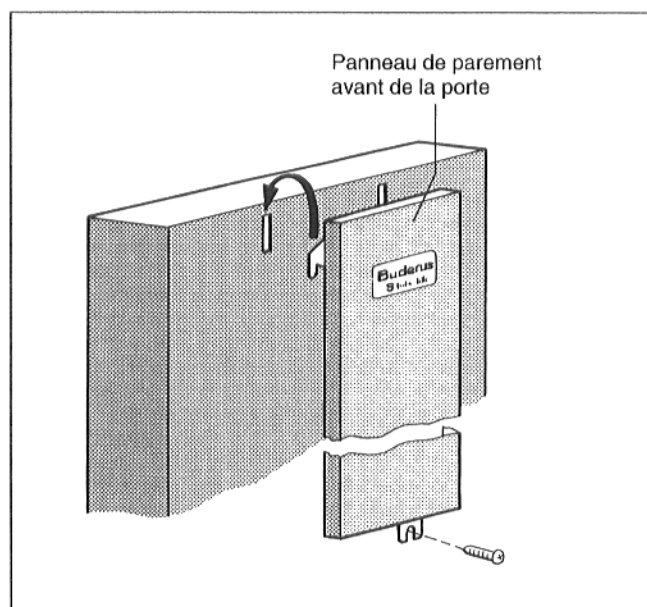

Fig. 19
- Accrocher le parement supérieur de la porte à l'arrière du cadre du milieu de porte, avec le rebord en U tourné vers le haut (Fig. 19).
- Accrocher le parement avant de la porte dans les fentes du parement supérieur de porte, les languettes tournées vers le haut (Fig. 19).